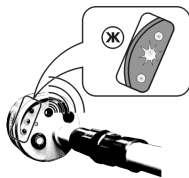

Рис.3 Дежурный режим.
3.3.3 Дежурный режим (см. рис. 3) демонстрирует готовность указателя к проверке наличия или отсутствия высокого напряжения на проверяемых участках электроустановок, где предполагается проводить работы.